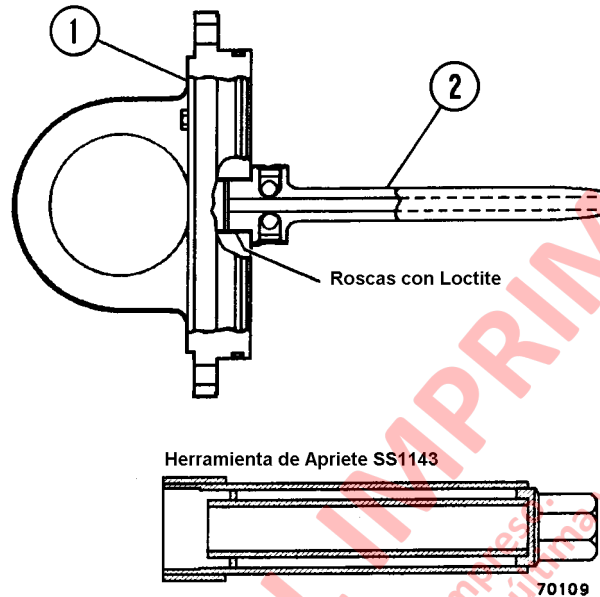

FIGURA 8-21. MONTAJE DE LA VAINA
4. La vaina (2, Figura 8-21) debe ser revisada para ver si está apretada, **en caso que no haya sido soldada por puntos previamente**.
- a. Revise el apriete de la vaina usando la herramienta especial SS1143 (Figura 8-21) y aplicando un torque de apriete de **1000 ft. lbs (1356 N.m)**.
- Si el área del asiento de la bola no está deforme, mida el espesor del tapón como se muestra en la Figura 8-21: